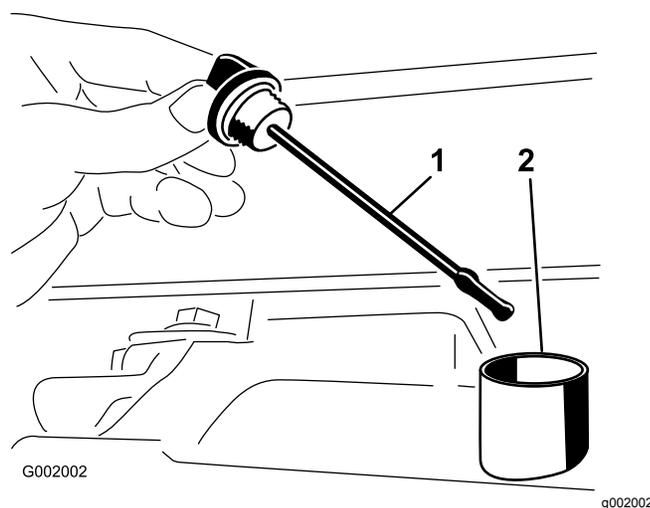

図 52
2. トランスアクスルのディップスティックを抜きウェスで一度きれいに拭く 図 52。